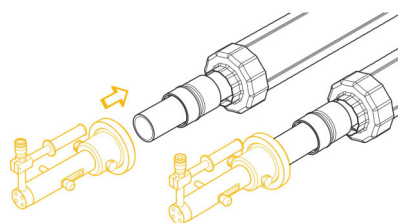

Рис. 5.7.5
3. Вставить расширительную насадку в напорную трубу до упора (рис.5.7.5)